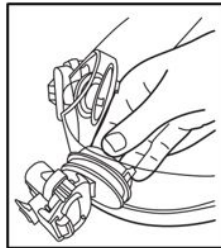
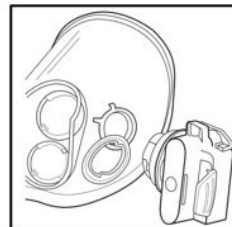

Fig.18
Fig.19
2. Retirer la bague de fixation en tournant de 1/4 de tour dans le sens contraire des aiguilles d'une montre (fig. 18).
3. Retirer l'adaptateur de cartouche/filtre de l'ensemble verre (fig. 19).
5. Enlever l'adaptateur de cartouche/filtre en tournant les bagues de retenue de 1/4 de tour dans le sens contraire des aiguilles d'une montre (fig. 18) et en détachant l'adaptateur de cartouche/filtre de l'ensemble verre (fig. 19).